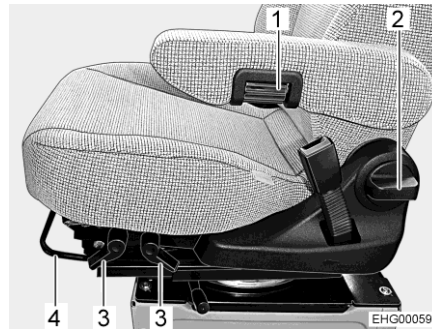

Bild 17 Sitzverstellung
- Den Bügel (Bild 17,4) nach oben ziehen.
- Den entsprechenden Hebel (Bild 17,3) nach oben ziehen.
- Griff (Bild 17,2) drehen.
- Zur Feineinstellung das Rändelrad (Bild 17,1) drehen. Je nach Drehrichtung neigt sich die Armlehne nach oben oder unten.